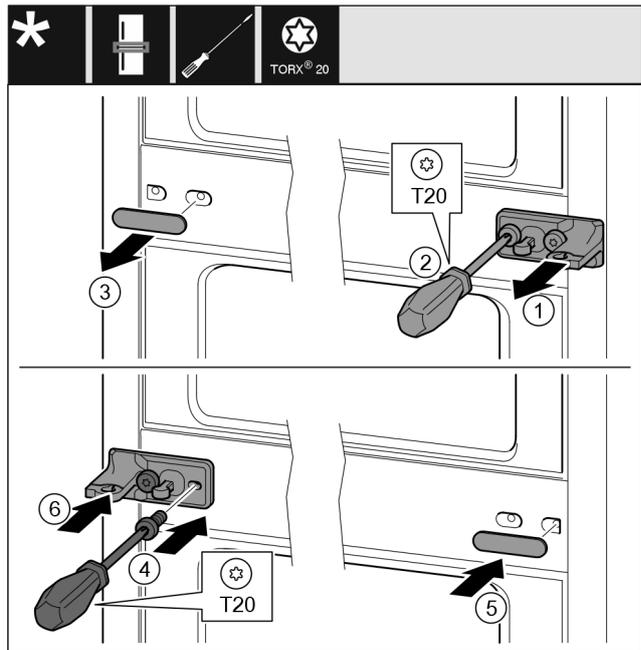

Fig. 21
- ▶ Scheibe abziehen. Fig. 21 (1)
- ▶ Schrauben mit Schraubendreher T20 herausdrehen. Fig. 21 (2)
- ▶ Abdeckung vorsichtig abziehen. Fig. 21 (3)
- ▶ Lagerbock mit Folie um 180° gedreht auf der anderen Seite fest anschrauben. Fig. 21 (4)
- ▶ Abdeckung um 180° gedreht auf der anderen Seite anbringen. Fig. 21 (5)
- ▶ Scheibe von vorn aufschieben. Fig. 21 (6)